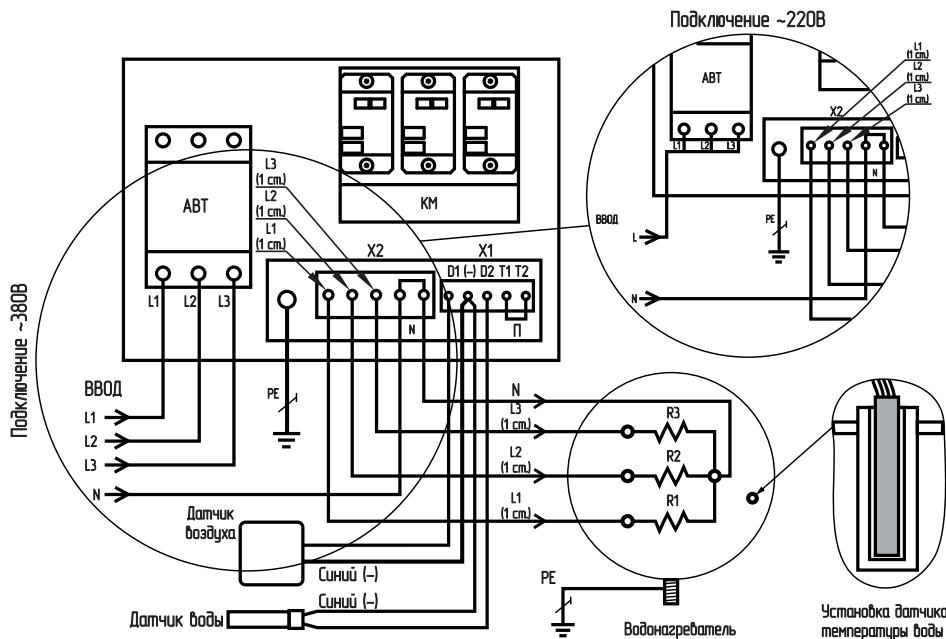
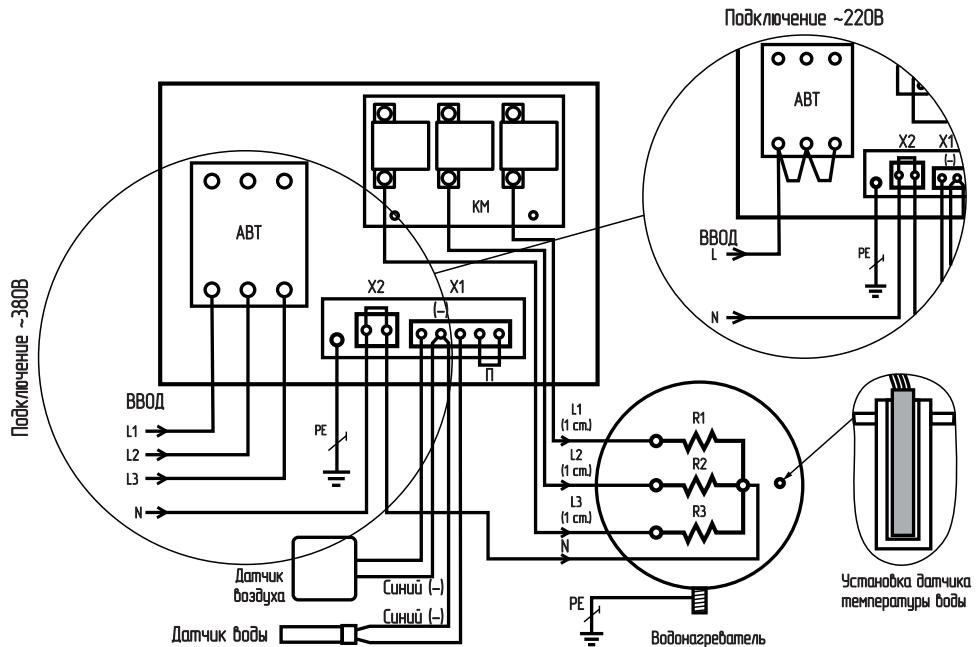
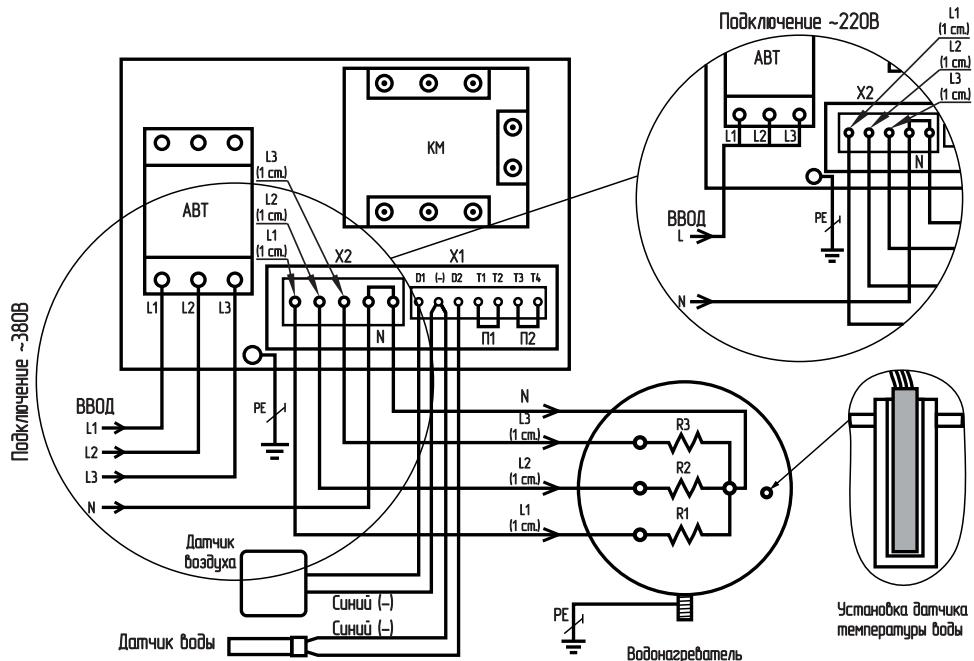

Рис.1 Схема подключения ПУ ЭВТ мощностью до 9 кВт
Рис.2 Схема подключения ПУ ЭВТ мощностью до 15 кВт
Рис.3 Схема подключения ПУ SSR мощностью до 9 кВт и до 15 кВт
- Эксплуатация панели управления должна осуществляться только при условии ее подключения в соответствии со схемой подключений (**Рис.1; Рис.2; Рис.3**);
9. Подключите панель к питающей сети кабелем соответствующего сечения, исходя из номинальной мощности котла или ТЭНБ, согласно схеме подключений (**Рис.1; Рис.2; Рис.3**) настоящего паспорта и инструкции по эксплуатации.
10. При подключении панели управления к однофазной сети переменного тока соедините вместе клеммы L1, L2, L3 вводного автомата и подключите их к фазному проводу питающей сети. Нулевой провод питающей сети подключается согласно схеме (**Рис.1; Рис.2; Рис.3**).
- Поместите в него датчик до упора, предварительно смазав термопастой (**Рис.1; Рис.2; Рис.3**);
12. Подключите датчики к монтажной колодке X1 в соответствии со схемой (**Рис.1; Рис.2; Рис.3**), обращая особое внимание на полярность датчиков. Провода датчиков синего цвета, помеченные знаком (-) подключаются на клемму колодки X1, помеченную знаком (-) (**Рис.1; Рис.2; Рис.3**). Датчики подключаются медными проводами сечением 0,5-0,75 кв.мм необходимой длины. При длине провода более 10 метров желательно использовать провода, свитые в пары (не более 50 метров);
13. Подключите панель к котлу или твердотопливному котлу с установленным ТЭНБ, согласно схеме подключений (**Рис.1; Рис.2; Рис.3**) кабелем соответствующего сечения, исходя из номинальной мощности котла или комплекта ТЭНБ;
14. Выполните заземление (защитное зануление) корпуса панели, в соответствии со схемой подключений (**Рис.1; Рис.2; Рис.3**).
- Нулевой рабочий провод сети (N) должен подсоединяться к колодке X2 «НЕЙТРАЛЬ» внутри панели и к общему проводу ТЭН котла или ТЭНБ;
- Подключить внешний термостат к монтажной колодке X1 вместо перемычки (П) **Рис.1; Рис.2** или (П1) **Рис.3** для ПУ ЭВТ SSR до 9 и до 15 кВт.
Внимание! В случае отсутствия перемычки (П или П1 для ПУ ЭВТ SSR до 9 и до 15 кВт) или срабатывания внешнего термостата, подключенного вместо перемычки к колодке X1 (**Рис.1; Рис.2; Рис.3**) устройство будет отключено.
- Подключить датчик перегрева теплоносителя к монтажной колодке X1 вместо перемычки (П2) **Рис.3**.
Внимание! В случае отсутствия перемычки (П2) или срабатывания датчика перегрева теплоносителя, подключенного вместо перемычки к колодке X1 (**Рис.3**) устройство будет отключено.